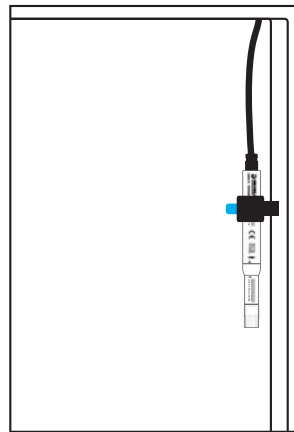

Abbildung 6 Transmitter-Wandmontage
Die Transmitter-Metall-Stopfbuchse (HS3-PMG) ist in *Abb. 6* dargestellt. Sie ist dafür ausgelegt in der Wand des Druckgefäßes über das M25 x 1,5-Gewinde auf der Rückseite befestigt zu werden (1). Der O-Ring (2) funktioniert als Druckdichtung. Der Transmitter kann dann eingeschoben und die Verschraubung so weit angezogen werden, bis sich der Fühlerschaft mit der Umdrehung der Mutter dreht.